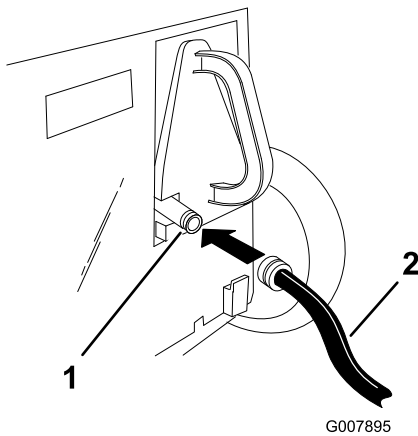

Figura 24
3. Levante la tapa trasera y conecte el acoplamiento al conector de lavado del tapón de reciclado (Figura 24).